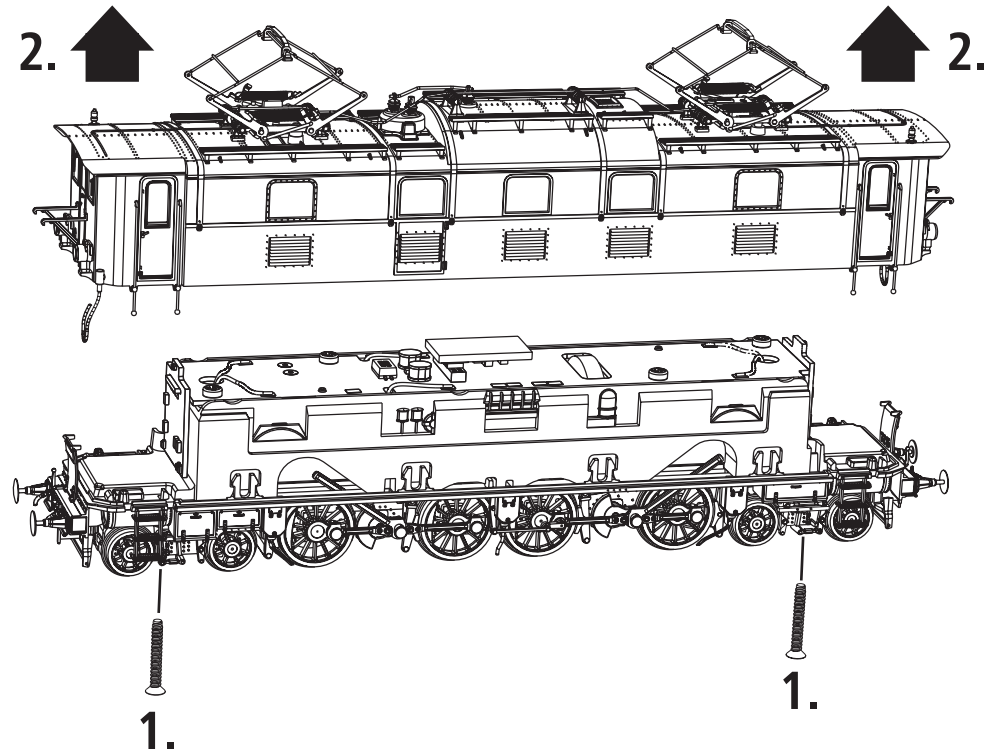

Fig. 2a
**Operating instructions:** Before use is advisable to let the loco go around about 30 minutes forwards and 30 minutes backwards without load, to obtain an optimal circuit and best tractive power. The smallest radius this model should run is **R2** of the ROCO track system ( $R2 = 358$  mm). The locomotive is equipped with movable access ladders under the drivers' cabs. In delivery state, the ladders are at the inner position and only radii **>R3** can be driven. The ladders can be moved to the outer position so that radii up to **R2** (Fig. 2a, 2b) can be driven.
La locomotive est équipée d'échelles d'accès sous les cabines de conduite. À la livraison, elles sont en position intérieure et empêchent la locomotive de faire des virages dont le rayon est inférieur à **R3**. Lorsqu'elles sont mises en position extérieure, la machine peut faire des virages jusqu' à **R2** (Fig. 2a, 2b).